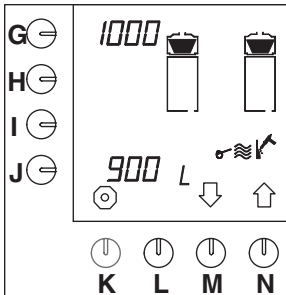

Fig. 26 Compteur (préventif) pour le détartrage du système de filtration
- Le compteur (préventif) pour le détartrage s'affiche sur l'écran de contrôle (fig.26).
- Sur l'écran de contrôle (fig.26), à côté de la touche de programmation (G.) s'affiche le nombre de litres de café, entre chaque détartrage, avant qu'apparaisse l'indication de demande de détartrage.